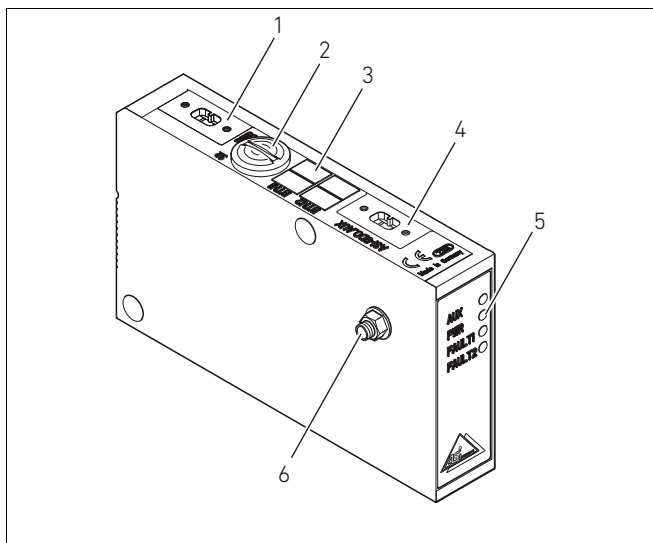
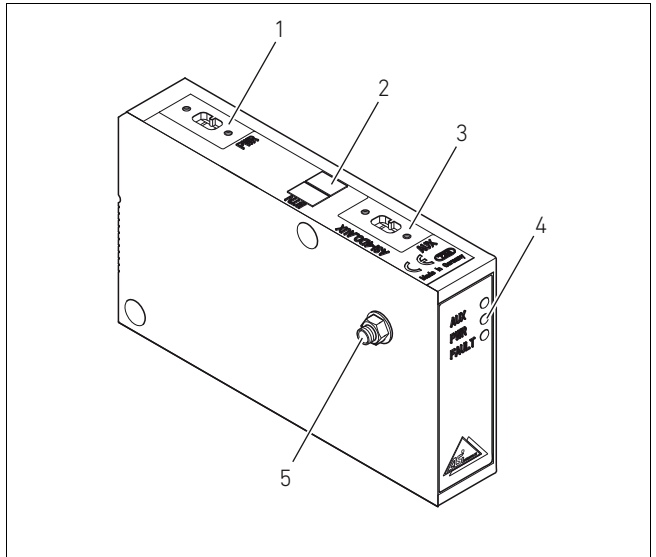

Fig. 4: Accoppiatore bus, esempio 8DO-AUX
Fig. 5: Accoppiatore bus, esempio 4DO-AUX
L'attacco FE (2) può essere collegato a scelta, o alla piastra terminale E o direttamente all'AS-i (ved. Fig. 4 a pagina 142 e Fig 5 a pagina 143).
- ▶ A tal scopo svitare la vite per l'attacco FE (1) dalla piastra terminale EP del sistema di valvole ed avvitarela nell'attacco FE (2) della piastra terminale E o direttamente nell'AS-i. Instaurare quindi il collegamento con la messa a terra funzionale.
- ▶ Montare la messa a terra sull'attacco FE (2) della piastra terminale E o direttamente all'accoppiatore bus (ved. Fig. 4 a pagina 142 e Fig. 5 a pagina 143).